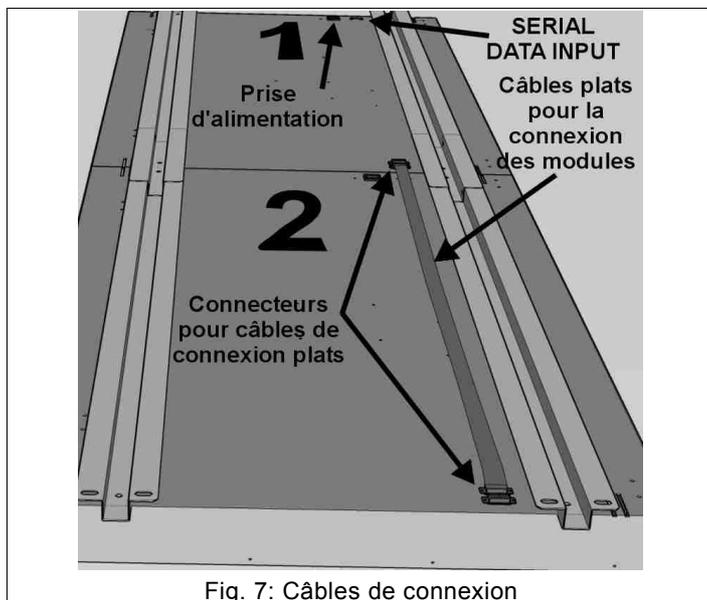
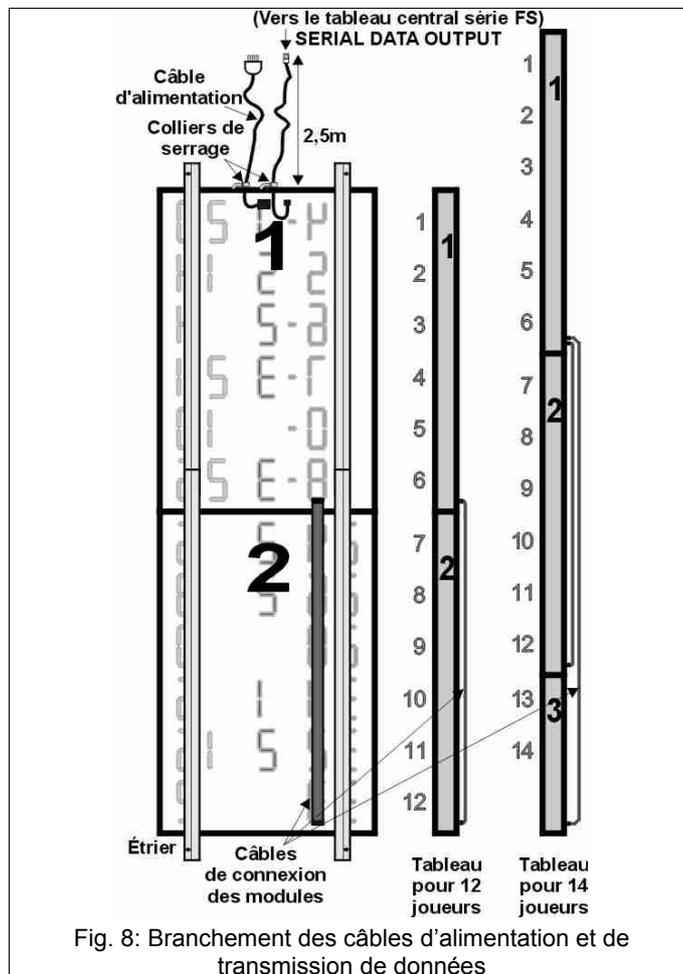

Fig. 7: Câbles de connexion
Fig. 8: Branchement des câbles d'alimentation et de transmission de données
Après avoir assemblé les modules d'un tableau avec les étriers, il est possible d'effectuer la connexion électrique de ces derniers. Au verso des modules du tableau sont montés les connecteurs suivants (Fig. 7):
1. Connectez le module supérieur à chacun des autres modules du tableau (Fig. 7, Fig. 8) en utilisant les câbles plats.
2. Branchez le câble d'alimentation sur la prise correspondante et fixez l'autre bout du câble sur la partie supérieure du panneau (Fig. 8) avec le collier de serrage; ceci permet d'accéder facilement à la fiche d'alimentation au-dessus du tableau, lorsque ce dernier est fixé au mur.
3. Chaque afficheur des fautes-score des joueurs est livré avec un câble de 3 m de long, qui doit être branché sur le connecteur "SERIAL DATA INPUT"; laissez environ 2,5 m de câble libres et fixez-le sur la partie supérieur du tableau avec le collier de serrage (Fig. 8). Ceci permet de connecter le câble de données série facilement après la fixation du tableau au mur.